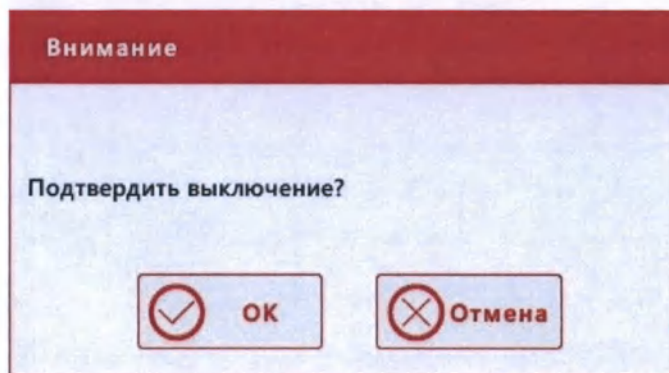

Рис.5.8-1 Окно подтверждения выключения анализатора
1. Раскройте **системное меню** анализатора, нажав на квадратную кнопку в левом нижнем углу экрана, и выберите пункт **«Выключение»**. В центре экрана появится окно с запросом подтверждения выключения (Рис.5.8-1).